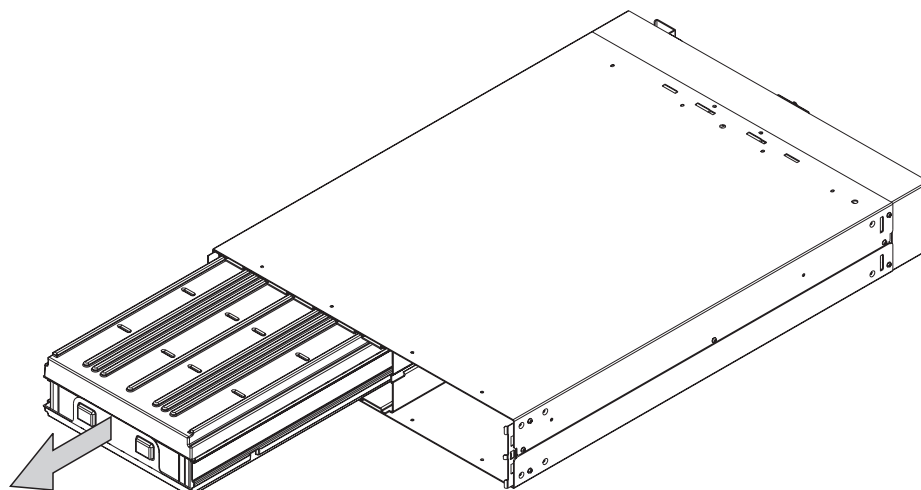

図 159. 2145 UPS バッテリーの取り外し
4. バッテリーにアクセスするため、バッテリー・プレートを取り外します。361 ページの図 159 を参照してください。